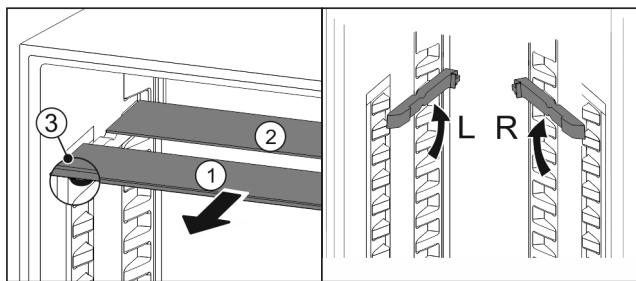

Fig. 94
- Steklene plošče posamično izvlecite Fig. 94 (1) naprej.
- Steklena plošča Fig. 94 (1) z okrasno letvijo je spredaj.
- Zaustavljalniki Fig. 94 (3) so obrnjeni navzdol.